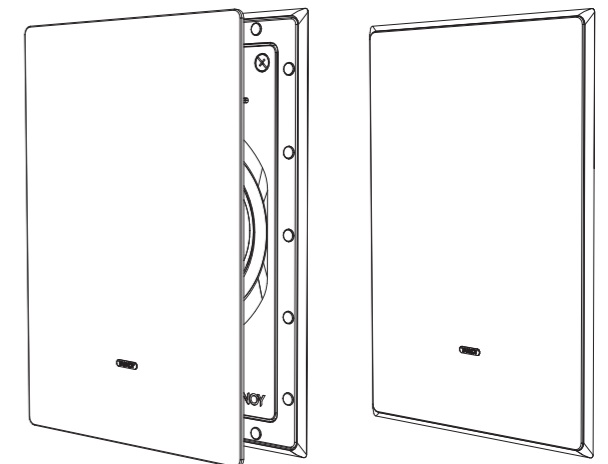

Fig. 15. Installing the Grille
1. Presione la rejilla en el marco, donde se mantendrá en su lugar mediante imanes (Fig. 15).